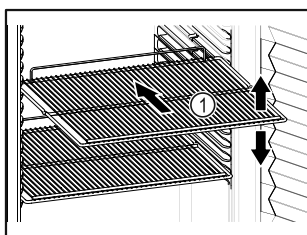

Fig. 56
- ❑ Если имеются решетчатые полки Fig. 56 (1), отрегулируйте высоту их установки.